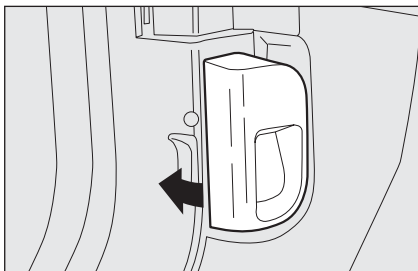

рис. 105
- Потяните рычаг **рис. 105** по направлению стрелки;